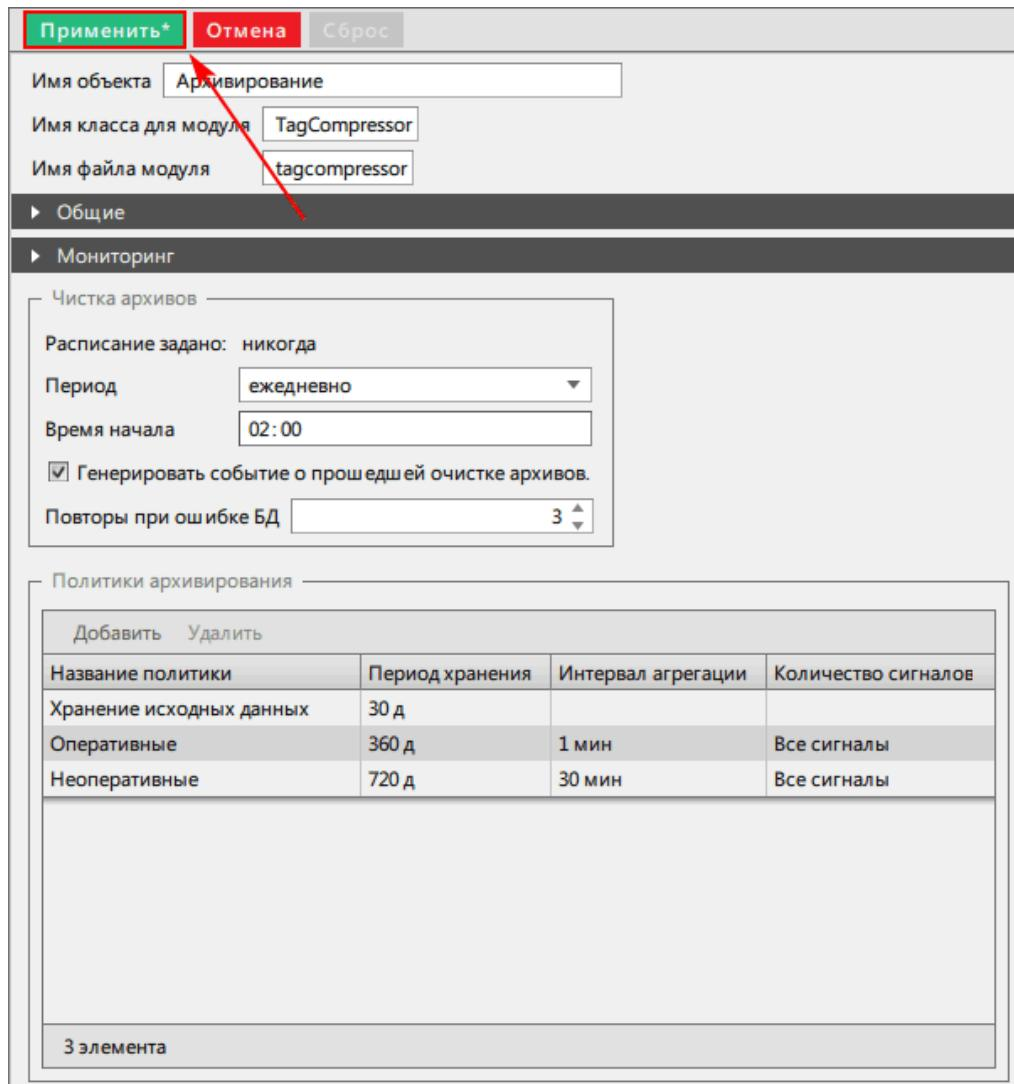

Рисунок 285 - Сохранение изменений
3. Нажмите Применить (Рисунок 285).